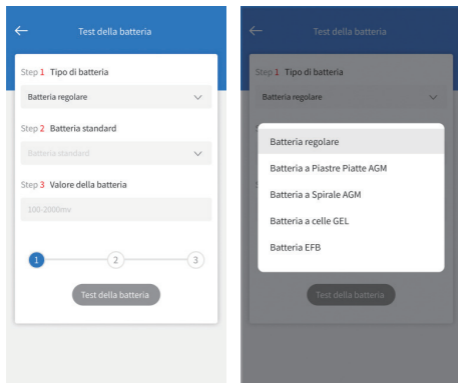

Figura 4.1.1
2. Selezionare il tipo di batteria corrispondente (vedi figura 4.1.1). Il tipo specifico di batteria è solitamente elencato sull'etichetta della batteria.